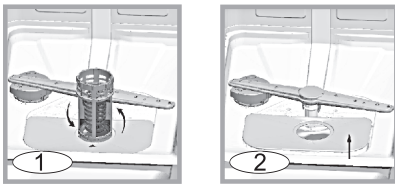

Рис. 20
- Выкрутив фильтр грубой очистки, можно снять всю систему фильтров. Удалите все остатки пищи и промойте фильтры под струей проточной воды (рис. 20).